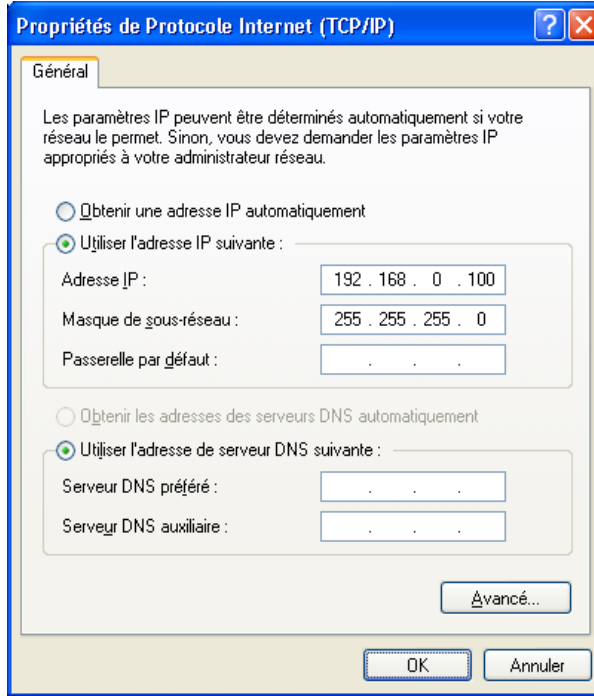

Figure 2-2 : Boîte de dialogue de sélection du protocole réseau
8. Cliquez sur le bouton d'option **Utiliser l'adresse IP suivante** (Figure 2-2). Les champs grisés Adresse IP, Masque de sous-réseau, Passerelle par défaut, Serveur DNS préféré et Serveur DNS auxiliaire deviennent alors actifs.